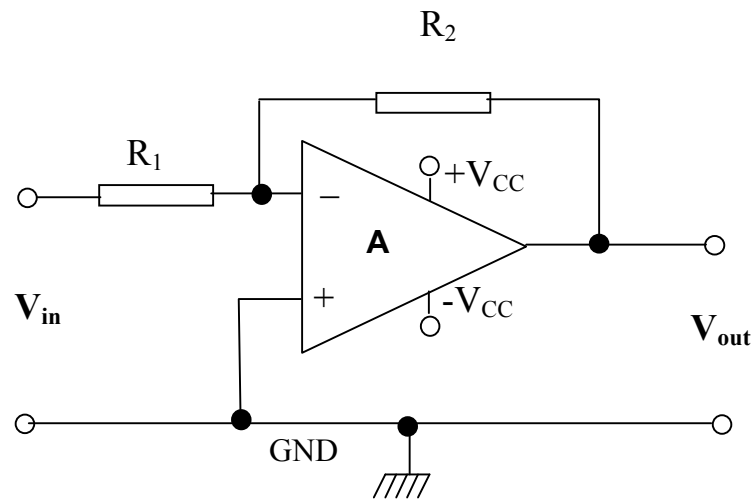

Fig. 2 Amplificatore invertente
4. realizzare il circuito di fig. 2: **amplificatore invertente** e ripetere le misure effettuate al punto 3